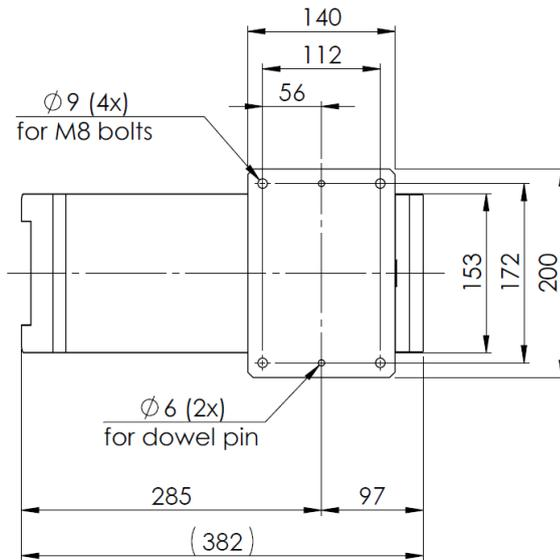

Abb. 5-3: Sockelplatte - Befestigungs- und Positionierbohrungen
- ▶ Bereiten Sie die Montagefläche entsprechend dem Bohrbild vor (s. Abb. 5-3).